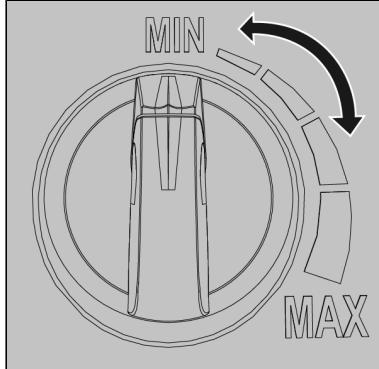

Figure 83.
5. Utilisez le régulateur d'agent nettoyant (Figure 83) à l'avant de l'appareil pour contrôler la quantité d'agent nettoyant supplémentaire.